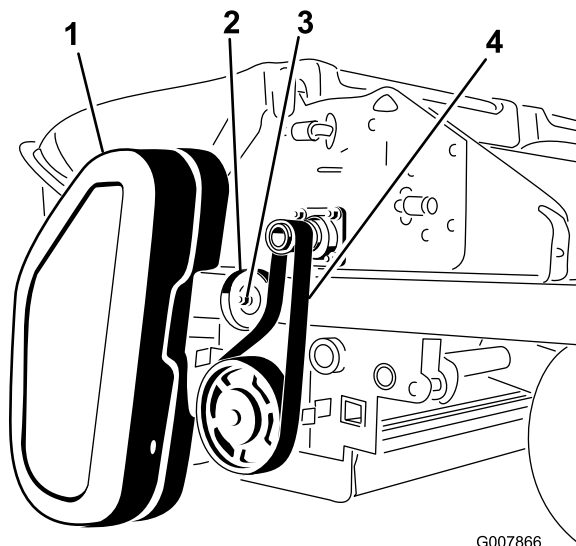

Рисунок 60
- Снимите кожух ремня (Рисунок 60).
- Ослабьте гайку на натяжном шкиве (Рисунок 60).
- Снимите ремень со шкивов измельчителя и щетки (Рисунок 60).